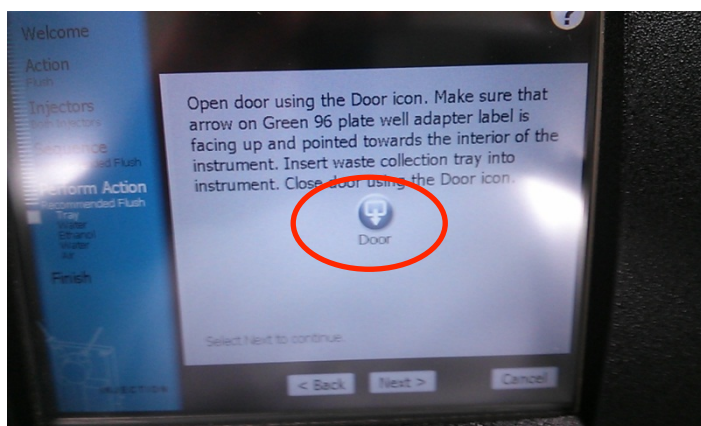

図 14
8) 図14の画面でDoor”ボタンを押して本体のドアを開け、トレイに廃液用トレイをセットする。